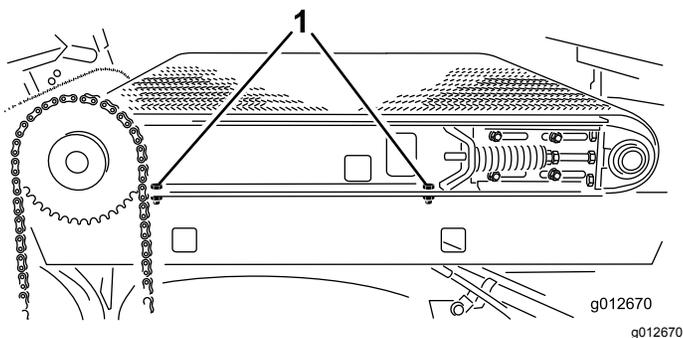

図 28
- 4. 装置右側で、スライダフレームレールを右側フェンダに固定しているキャップスクリュー2本をゆるめる 図 28。スライダベッドを傾けられるように、ボルト類は十分にゆるめる。